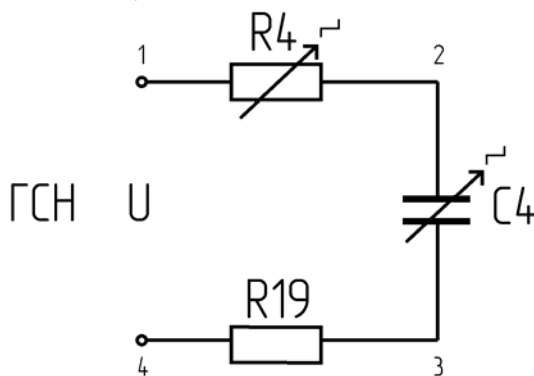
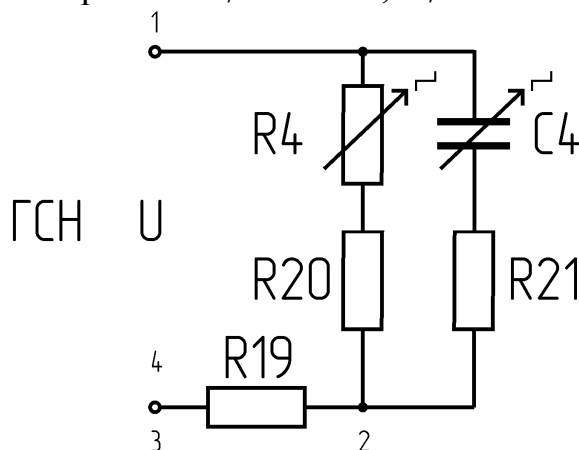
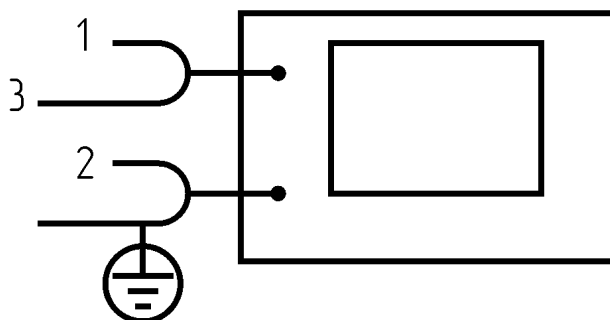

Рис.18
Рис.20
Рис.21
1. Для исследования установившегося режима в R, C -цепи собрать цепь по схеме рис.18, установив $R_4=400$ Ом, $C_4=1$ мкФ.
2. Подключить к клеммам 1-4 цепи рис.18 генератор, настроенный на частоту $f=400$ Гц, и цифровой вольтметр. Вращением ручки генератора “регулировка вых.” установить входное напряжение $U=20$ В.
7. Собрать цепь по схеме рис.20, предварительно рассчитав значения R_4 и емкости C_4 , из условия эквивалентности электрических цепей (см. схемы рис. 18 и 20). Для цепи рис.17 принять $R_4=400$ Ом, $C_4=1$ мкФ.
8. Установить на входе цепи рис.20 $U=20$ В. Измерить напряжения U_{I9} , U_{20} , U_{21} на резисторах R_{I9} , R_{20} , R_{21} . Включив осциллограф согласно схеме рис.21, измерить угол сдвига фаз φ .
1.Используя данные и результаты измерений пп. 2 и 3 экспериментальной части для цепи рис.18, вычислить:
1.2. полную (S), активную (P) и реактивную (Q) мощности.
2.Используя данные и результаты измерений п.8 экспериментальной части для цепи рис.20 вычислить:
2.2. полную (S), активную (P) и реактивную (Q) мощности.
4.Для цепи рис.18 построить векторную диаграмму напряжений. Определить из диаграммы угол сдвига фаз φ . Для цепи рис.20 построить векторную диаграмму токов. Определить угол сдвига фаз φ . Сравнить полученные значения φ между собой и со значениями, измеренными с помощью осциллографа.